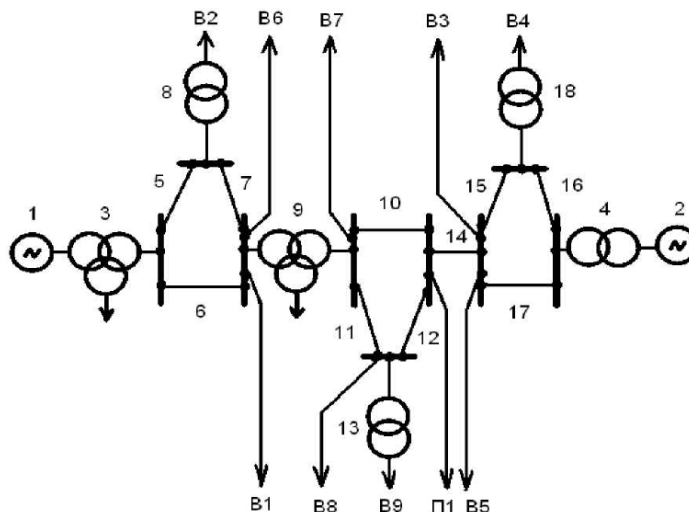
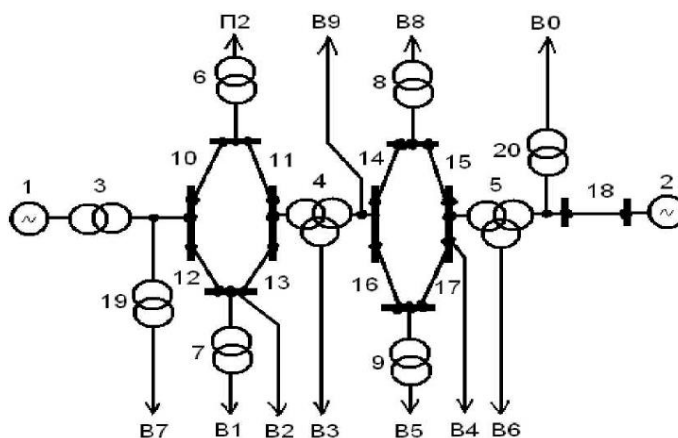

Рисунок 1- Схема системы электроснабжения потребителей (выбирать по четной сумме двух последних цифр шифра)
Рисунок 2- Схема системы электроснабжения потребителей (выбирать по нечетной сумме двух последних цифр шифра)
**Задача.** Рассчитать в общем виде логико-вероятностным методом показатели надежности  $T$  и  $T_B$  системы электроснабжения конкретного потребителя в схемах электроснабжения, приведенных на рис. 1 и рис. 2. Показатели надежности элементов системы электроснабжения ( $\mu_i$  и  $q_i$ ) заданы.
Номер потребителя выбирается по последней цифре шифра зачетной книжки студента. Студенты, у которых получается четная сумма двух последних цифр шифра, выбирают номер потребителя по рис. 1, а те, у которых она нечетная, - по рис. 2. Показатели надежности элементов системы электроснабжения ( $q_i$ ,  $\mu_i$ ) заданы.